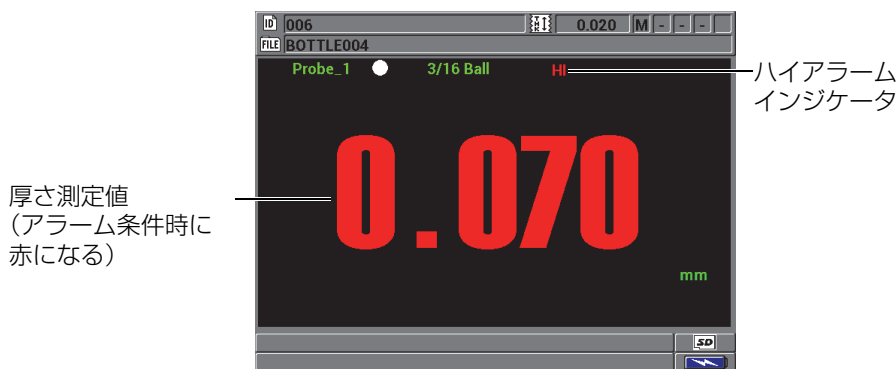

図 5-5 ハイアラームインジケータの例
- HI または LOW アラームインジケータが、測定画面の右上に点滅します（103 ページ図 5-5 参照）。